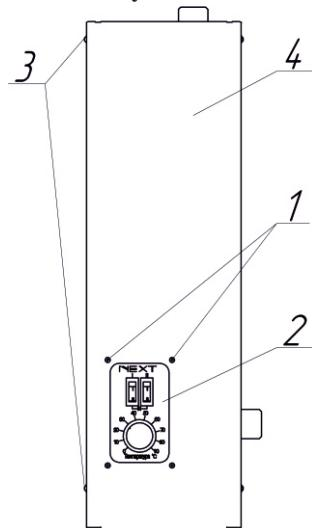

Рисунок 1
4.2 Для подключения прибора и ремонтно-профилактических работ необходимо снять кожух согласно рис.1. *Внимание!* Производить работы разрешается только при отключенном внешнем автоматическом выключателе! Для этого следует отвернуть самонарезающие винты 1 на лицевой стороне прибора, оставить панель управления 2 во внутреннем объеме прибора. После этого отвернуть самонарезающие винты 3 с боковых поверхностей кожуха 4 и снять кожух.